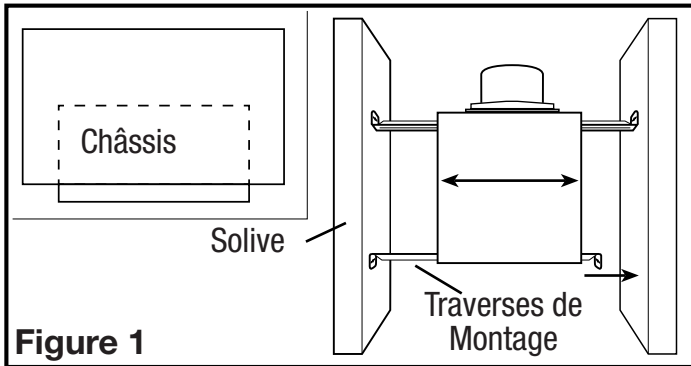
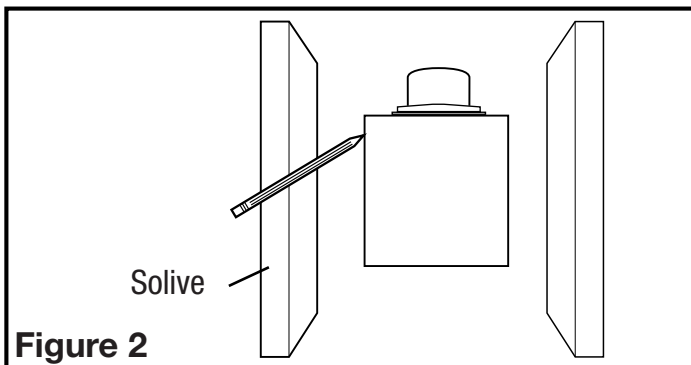

Figure 1
Figure 2
- Installez les rails dans le canal de montage sur le boîtier. Centrez le canal de montage dans les fentes sur le boîtier, puis de l'intérieur du boîtier, serrez les écrous montage de sorte que le canal soit bien en place. Placez le boîtier à côté de la solive. Aligner le châssis pour qu'il soit de niveau avec le plafond fini. Fixez les extrémités des rails aux solives avec des vis ou des clous (non inclus) et glissez le boîtier dans la position finale (**Figure 1**).
- Placer le boîtier en place entre les solives et tracez un contour sur le matériel du plafond (**Figure 2**). Mettez le boîtier de côté et découpez l'ouverture, en faisant attention de ne pas couper ou endommager les installations électriques ou d'autres utilités masquées. Installez les rails dans le canal de montage sur le boîtier. Centrez le canal de montage dans les fentes sur le boîtier, puis de l'intérieur du boîtier serrez les écrous de montage de sorte que le canal soit bien en place. Positionnez le boîtier dans le trou préalablement découpé de sorte qu'il soit aligné avec le plafond fini. Fixez les extrémités des rails aux solives (**Figure 1**).